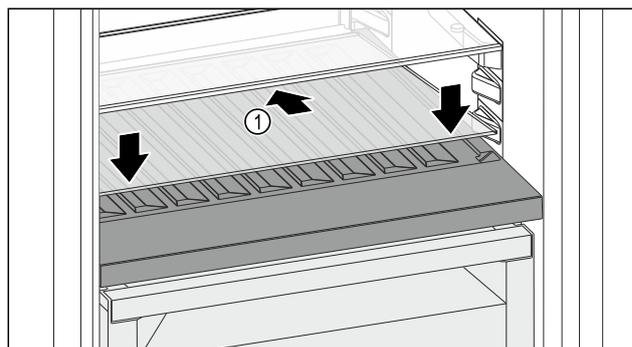

Fig. 98
- ▶ Postavite staklenu ploču Fig. 98 (1) ukoso, nagnutu straga prema dolje.
- ▶ Staklenu ploču Fig. 98 (1) podignite sprijeda.